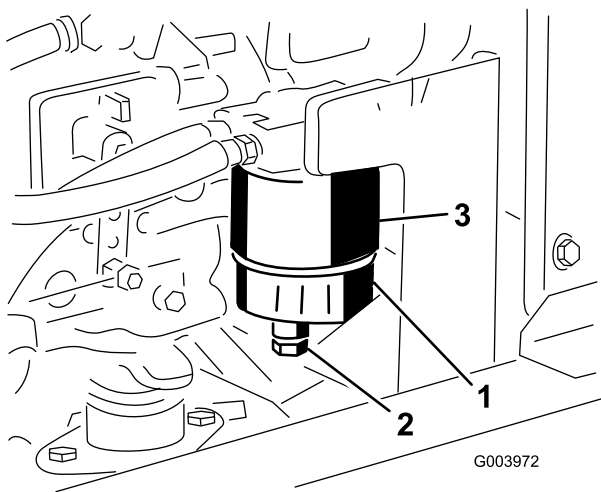

**Bild 63**
Lassen Sie Wasser und andere Verunreinigungen täglich aus dem Wasserabscheider ab (Bild 63).
2. Lösen Sie die Ablassschraube an der Unterseite der Filterglocke und lassen Sie es ab (Bild 63).
Wechseln Sie die Filterglocke (Bild 63) alle 400 Betriebsstunden aus.
1. Reinigen Sie den Anbaubereich der Filterglocke (Bild 63).